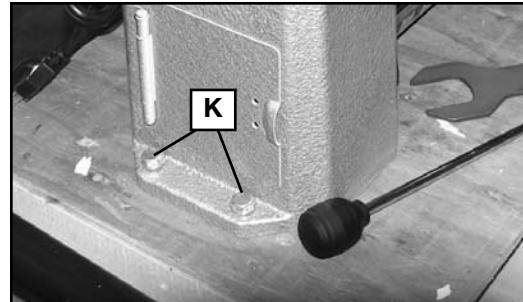

Fig. 1
Atornille el torno usando cuatro tornillos de cabeza hexagonal de 9,5 mm (3/8 pulg.) (no suministrados) en los cuatro orificios de la base del torno, dos de los cuales se muestran en (K), Fig. 1.